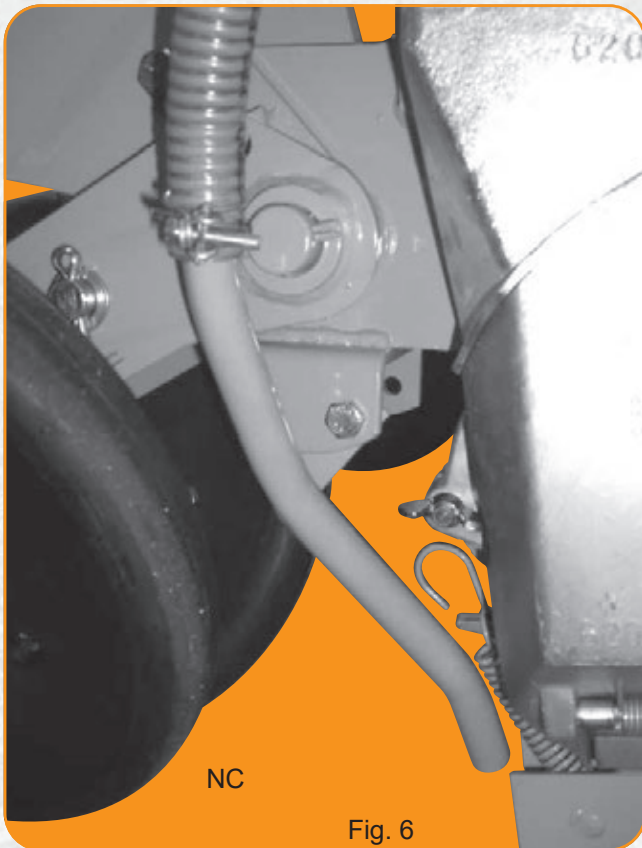
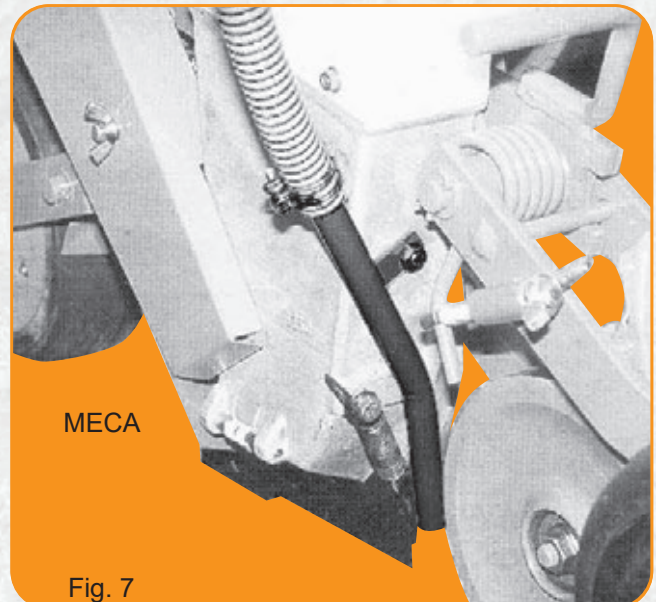

Fig. 6
Fig. 7
- De afvoerpijpen leiden het product rechtstreeks naargelang de binnenzijde van de ploegschaar. Dit zijn telescopische gehelen die volgens fig. 8 gemonteerd worden voor de zaaier NG PLUS, fig. 7 voor de zaaier MECA en fig. 6 voor de zaaier NC.
- Węże doprowadzają produkt bezpośrednio do wnętrza lemiesza i są to zespoły teleskopowe, które należy montować jak pokazano na rys. 8 w przypadku siewnika NG PLUS, na rys. 7 w przypadku siewnika MECA V4 i na rys. 6 w przypadku siewnika NC.
- Tuburile de cădere canalizează produsul direct în interiorul papucului. Este vorba de ansambluri telescopice care se montează conform fig. 8 pentru semănătoarea NG PLUS, conform fig. 7 pentru semănătoarea MECA V4 și conform fig. 6 pentru semănătoarea NC.